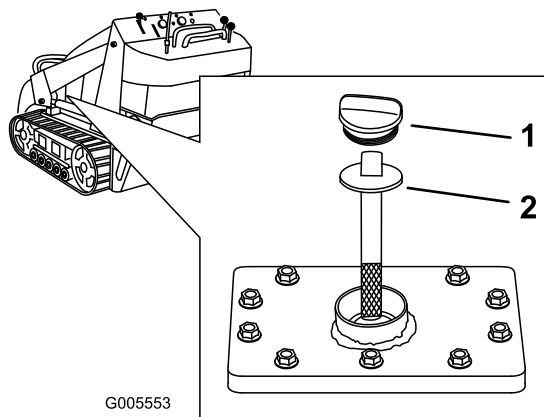

Bild 15
5. Reinigen Sie den Bereich um den Einfüllstutzen des Hydraulikölbehälters (Bild 15).
6. Entfernen Sie den Deckel vom Einfüllstutzen und überprüfen Sie den Ölstand auf dem Peilstab (Bild 15).